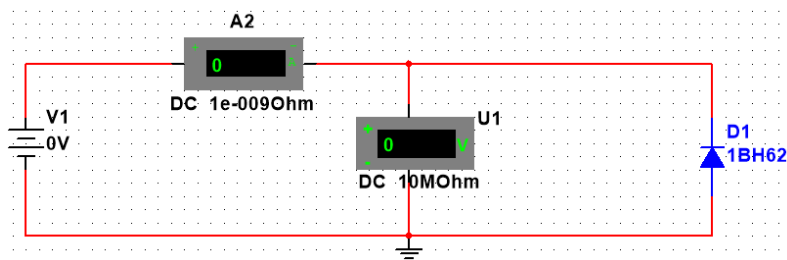

Рисунок 2.6 – Схема для исследования обратной ветви ВАХ выпрямительного диода
3.9. После того, как провели измерения для построения прямой части ВАХ, необходимо в схеме поменять полярность диода. Нажмите на диод правой клавишей мыши. Найдите "90° по часовой" или "90° против часовой", или нажмите комбинацию клавиш "Ctrl+R" и "Ctrl+Shift+R", соответственно. Переверните диод 2 раза и подсоедините его к схеме, рисунок 2.6.